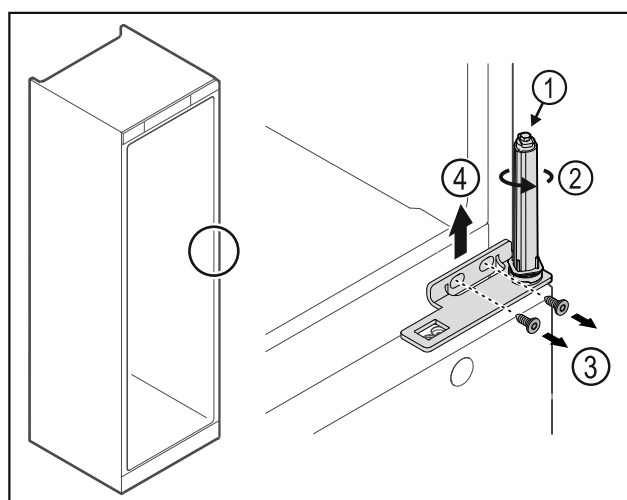

Fig. 26
- ▶ Ne rastavljajte sustav zatvaranja vrata Fig. 26 (1).
- ▶ Okrećite sustav zatvaranja Fig. 26 (2) dok ne klikne.
- ▶ Otpustite vijke Fig. 26 (3), skinite kutne šarke Fig. 26 (4) prema gore.